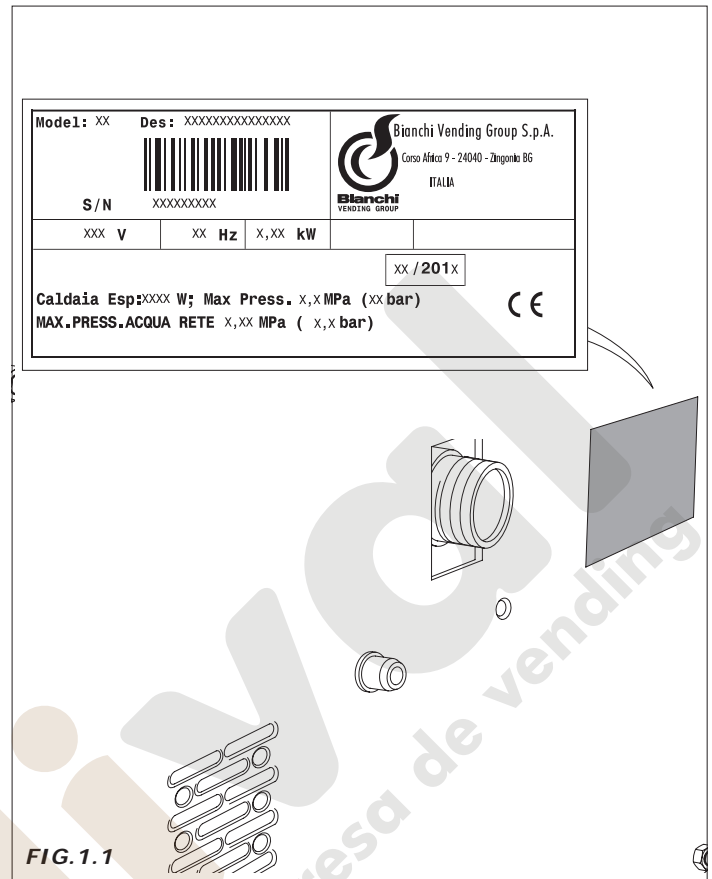

FIG. 1.1
- los datos que aparecen en la placa de características. (Fig. 1.1)